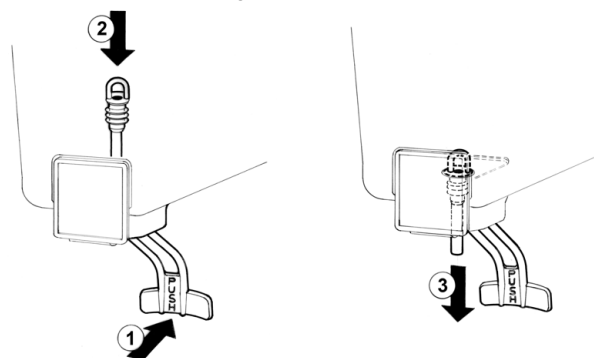

figura 6
**2 Rubinetto a gommino:** premere (1) la leva comando rubinetto e inserire (2) il gommino rubinetto nel contenitore. Tirare (3) verso il basso l'estremità del gommino fino ad assestarlo completamente (vedere figura 6).